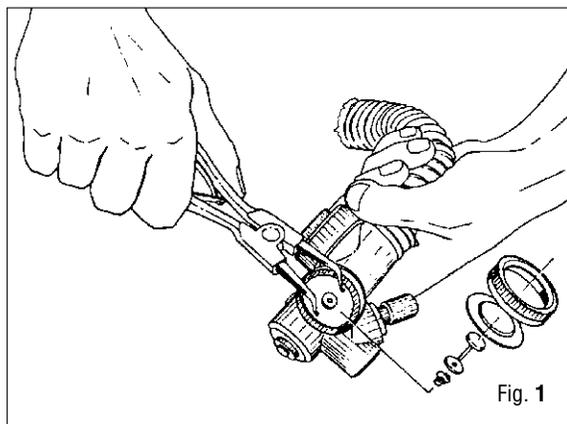

Fig. 1
1. Destornille la virola roscada (14), quitando del cuerpo del mando (1) la membrana (15) con la espiga en el interior (16) y la arandela (17).
2. Quite el muelle (18).
3. Con unas pinzas para seeger, destornille el tapón del servomando (18). (Fig. 1)
4. Quite del asiento, situado en el tapón del servomando (18) el disco goma de 4 orificios (19), el anillo de bloqueo del disco (20) y el disco del servomando (21).